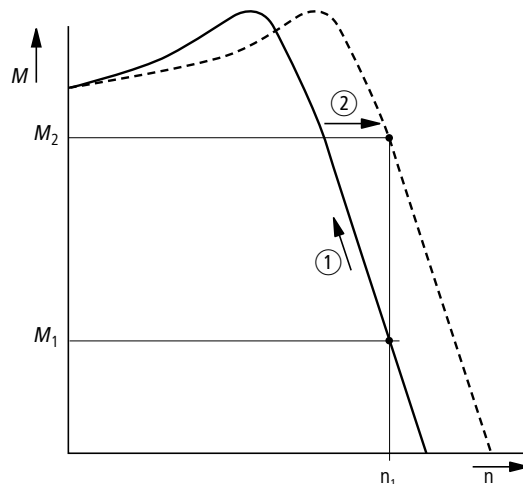

Рисунок 71: Характер изменения скорости с компенсацией скольжения
Как видно на следующем графике, по мере нарастания момента нагрузки ① итоговое снижение скорости компенсируется увеличением частоты на выходе ② (Рисунок 71).